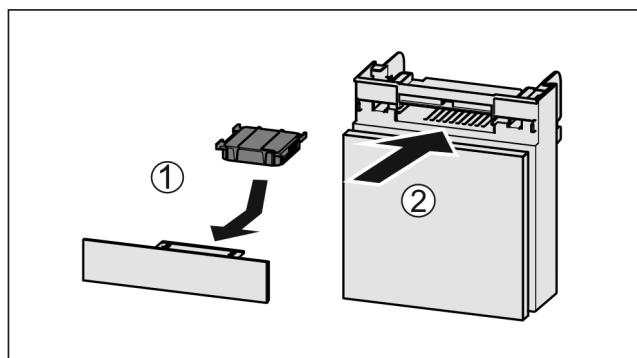

Fig. 112
- Вставити фільтр з активованого вугілля за малюнком Fig. 112 (1).
- Вставити відділення Fig. 112 (2).